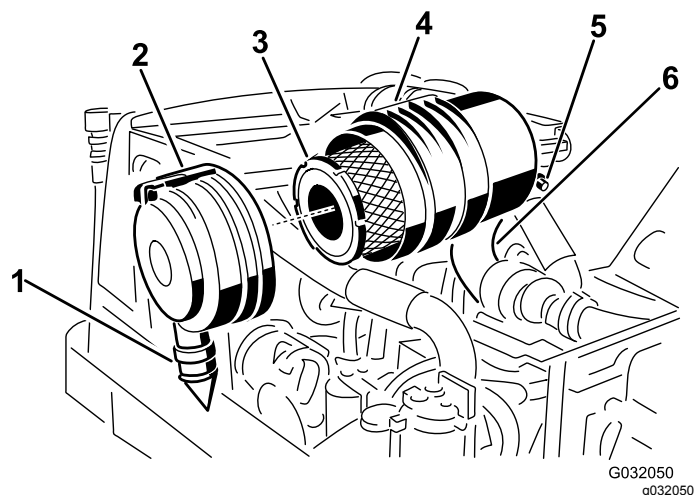

Figura 46
2. Togliete il filtro primario dell'olio (Figura 46).
ore 5 e le ore 7 vista dall'estremità e fissate il fermo (Figura 46).
3. Sostituite il filtro primario dell'olio (Figura 46).